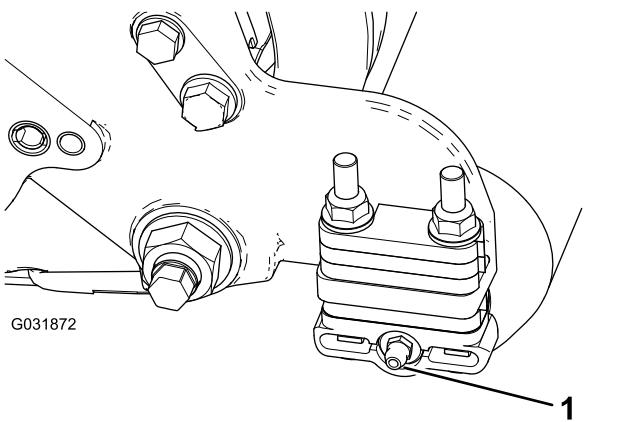

Figure 6
1. Déposez le graisseur du rouleau sur le côté de l'unité de coupe sur lequel est fixé le carter de brosse (Figure 6).
2. Montez le graisseur à 90° face à l'arrière (Figure 6).